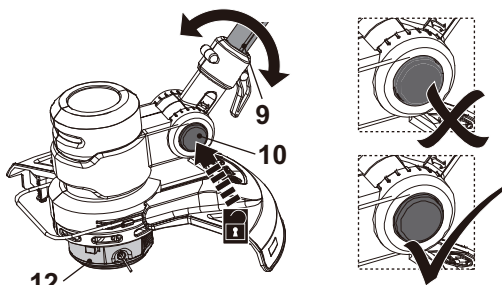

Fig. 9
1. Pressione o botão de desbloqueio (10) e mantenha-o em posição.
2. Mova a vara inferior (9) ligeiramente para cima ou para baixo (Fig. 9).
3. Solte o botão de desbloqueio (10) e continue a mover a vara inferior (9) até que bloqueie na posição.